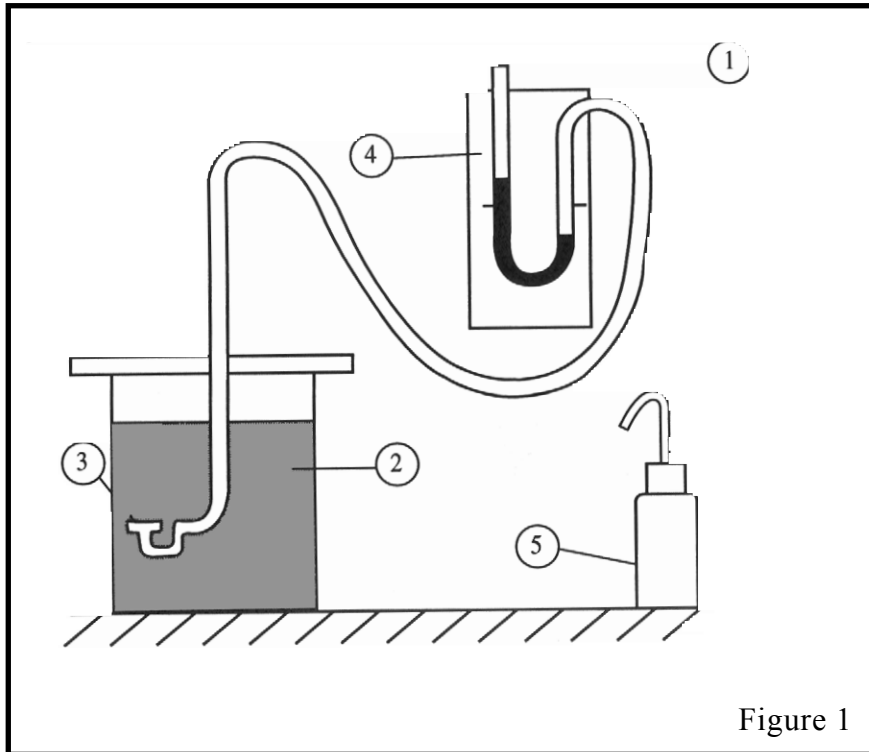

Figure 1
1) Je réalise le montage A de la fig.1 : sur le brin gauche de la poulie, j'accroche une masse de 20 g et je réalise l'équilibre de la poulie ; pour cela, j'accroche sur le brin droit une masse de **20 g**
5) Je réalise le montage B de la fig.1 et vérifie que sous l'action de deux forces égales, l'ensemble reste en équilibre quelles que soient les positions des poulies (je choisis deux masses quelconques égales).
- 7) Je positionne la capsule dans la cuve (voir fig. 1). Je fais la constatation suivante :